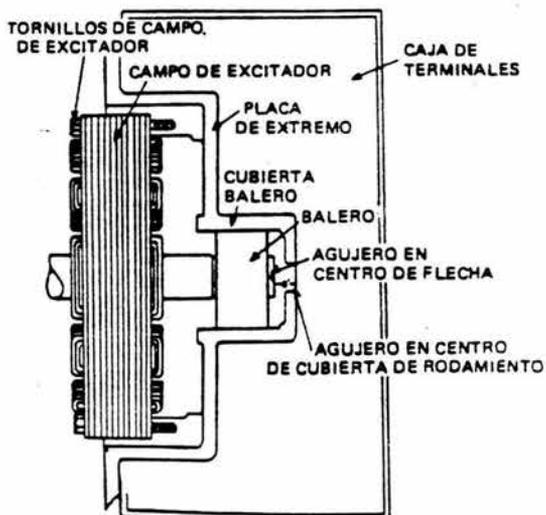

Figura IV.7.- Comprobación de Juego Longitudinal de Balero.
- 2.- Comprobar el juego longitudinal del rodamiento del generador y la alineación del campo del excitador y la armadura del excitador. La dimensión a la Figura IV.7. El campo del excitador y la armadura del excitador deben estar alineados en sentido horizontal.